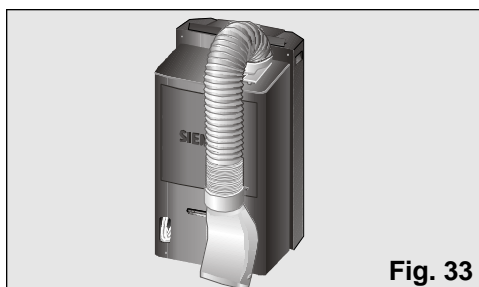

Fig. 33
- Per farlo, piegare il tubo verso la parte posteriore dell'apparecchio e trattenerlo dall'attacco diffusore, Fig. 33 e 34.